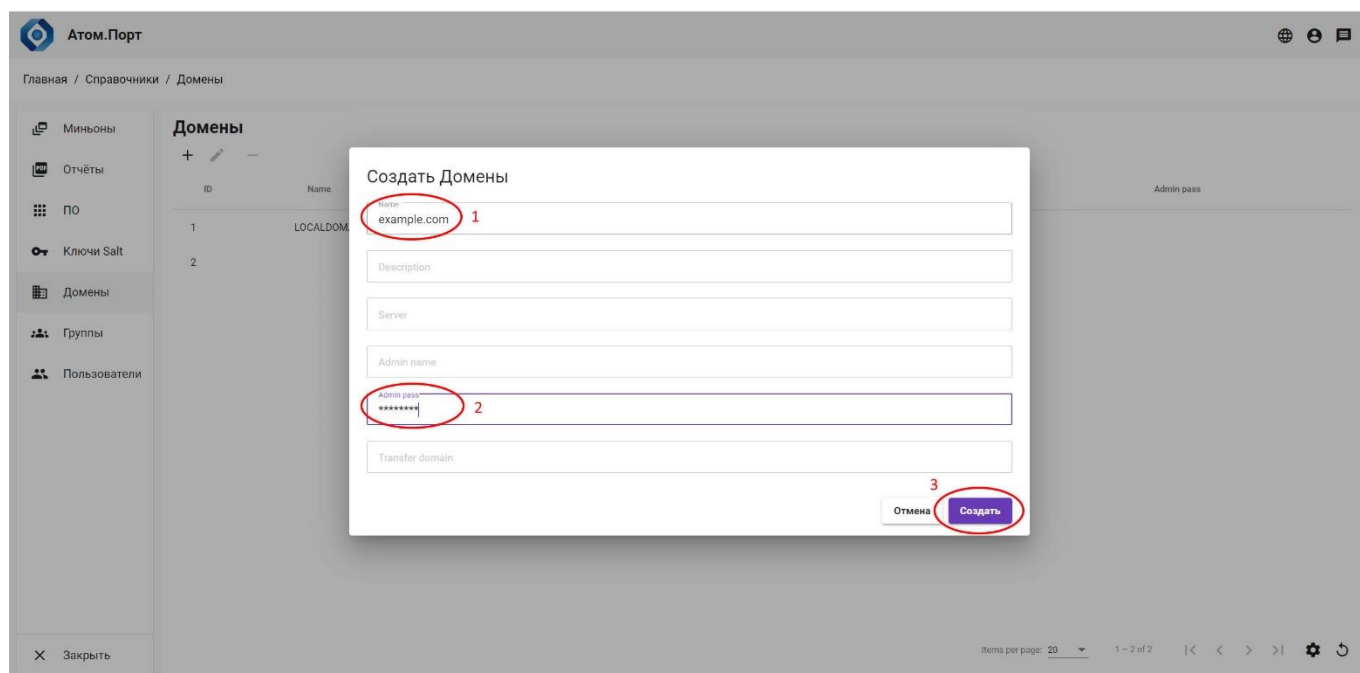

Рисунок 11 – Форма сведений о домене
- «Name» (Рисунок 11, поз. 1) – имя домена – обязательное поле
- «Password» (Рисунок 11, поз. 2) – пароль администратора – обязательное поле
Нажать кнопку «Создать» (Рисунок 11, поз. 3).